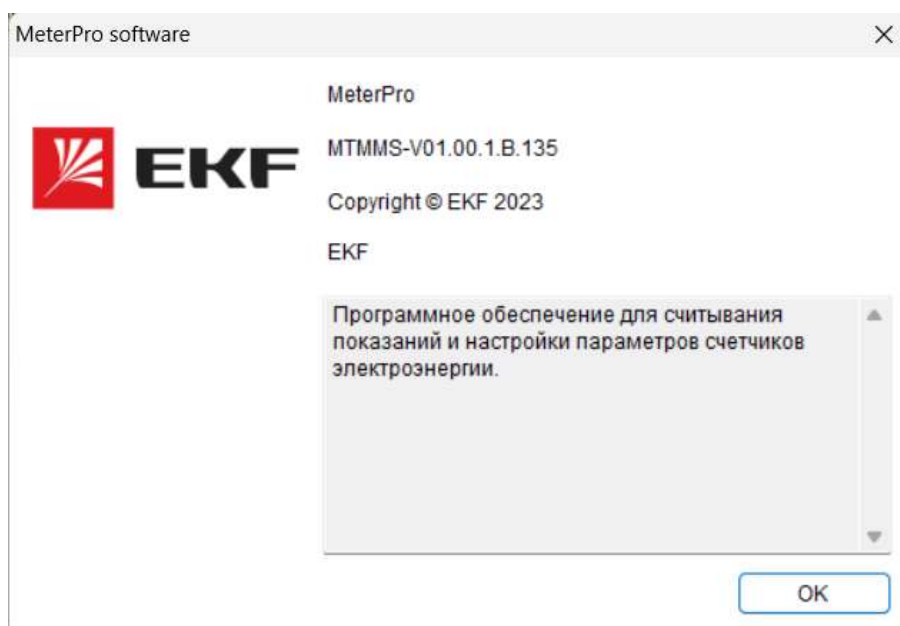

Рисунок 16 - О программе
- О программе. Открывает окно с информацией о программе (рисунок 16)